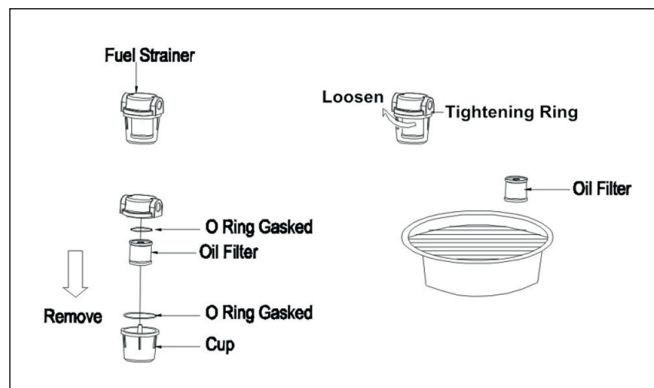

Abb. 1
2. Kraftstoff ist verunreinigt	2. Schalter auf „O (Aus)“ stellen, Kraftstofftank entleeren, reinigen und wieder befüllen. Reinigen Sie den Filter mit sauberem Kraftstoff, beschädigen Sie den Filter nicht. (s. Kapitel Reinigung &Wartung Abb. 1)
4. Kraftstofffilter ist verschmutzt	4. s. Kapitel Reinigung &Wartung Abb. 1